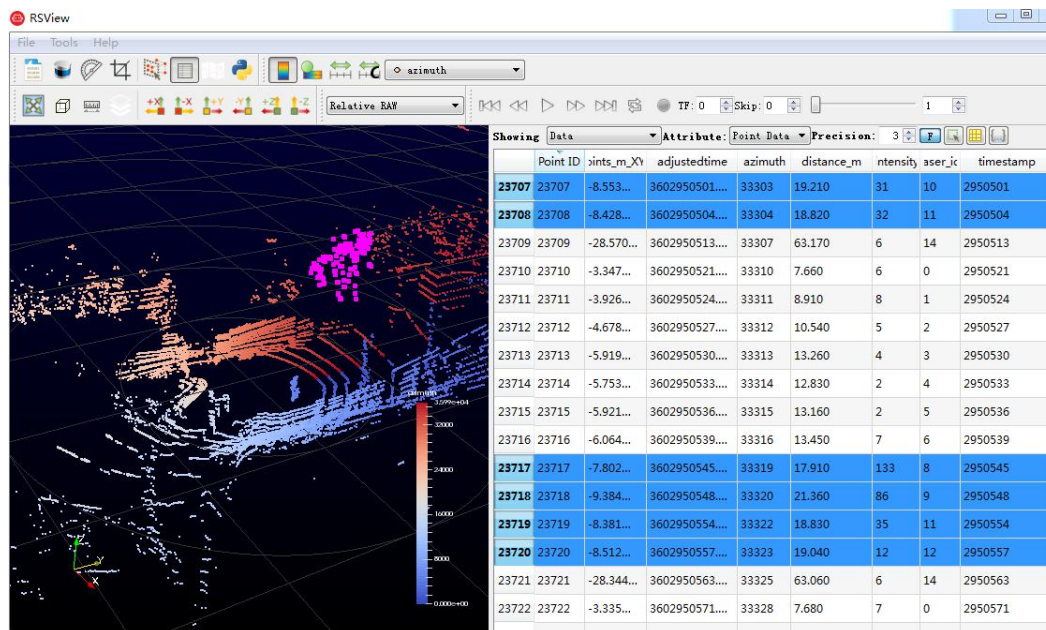

图 C-13 RSView List Selected Points
9. 在 3D 数据显示空间中，使用鼠标画一个长方形框住一些数据点，这些点的数据将会在 Spreadsheet 被选择，并且在图中会变成粉红色(图 C-13)。